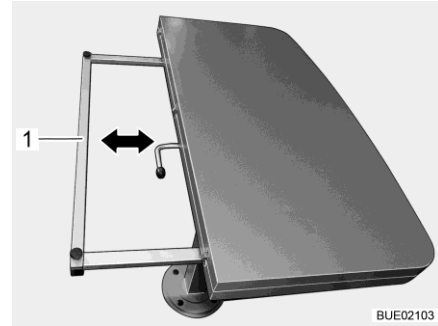

Bild 126 Förminska bordsskiva
- Håll stödrammarna (Bild 126,1) på båda sidor och skjut den jämnt under bordsskivan tills den stannar.